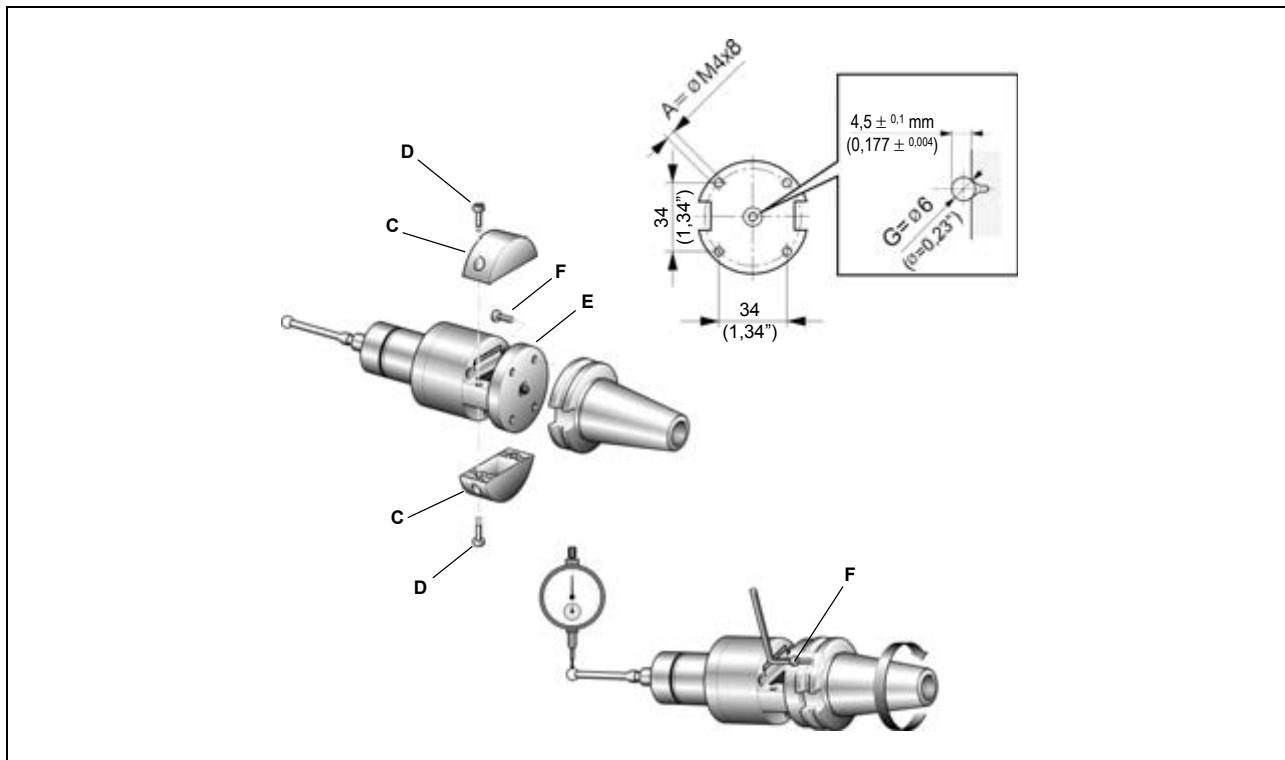

Figura 12-1
- Efectuar en el cono cuatro orificios roscados M4x8 (**A**) y una avellanadura central (**B**) como indica la Figura 12-1.